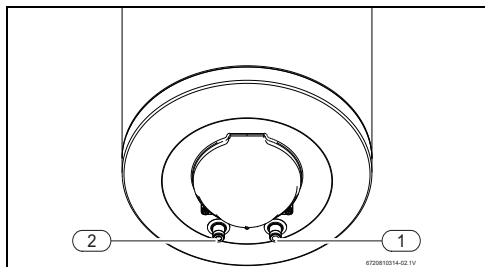

Рис. 7
- ▶ Обозначьте трубы горячей и холодной воды соответствующим образом, чтобы не перепутать их (→ рис. 7).